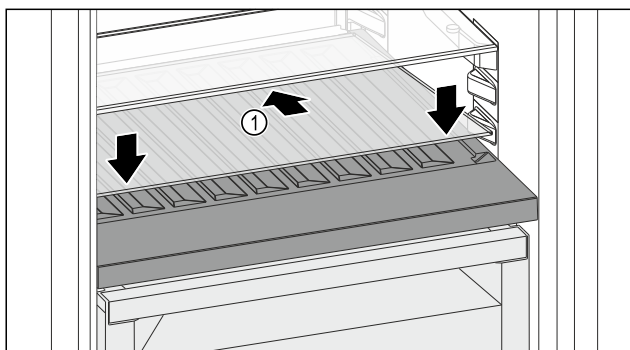

Fig. 182
- Posizionare il ripiano di vetro Fig. 182 (1) inclinato indietro e verso il basso.
- Abbassare la parte anteriore del ripiano di vetro Fig. 182 (1).